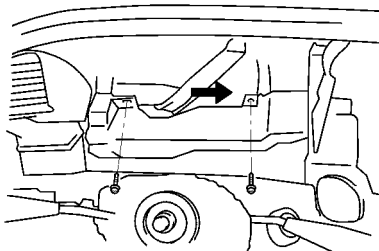

图 17-119 拆下两个螺钉将管道拆下
(14) 拆下 1 号加热器至调气器管道。拆下两个螺钉，按图 17-119 所示方向滑动调气器将管道拆下。